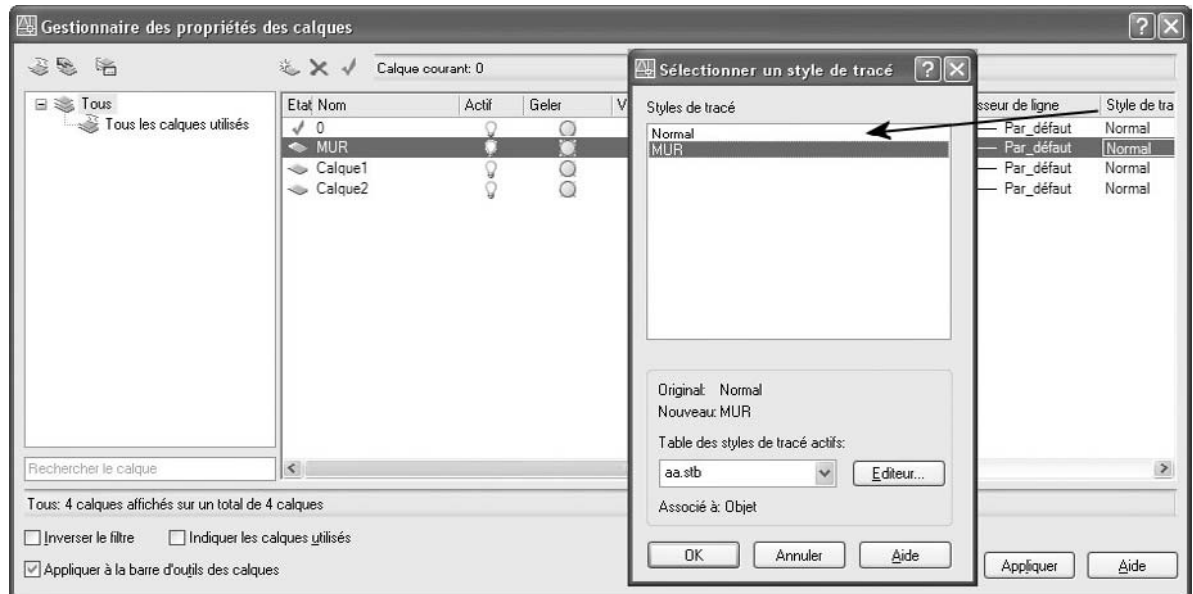

Fig.23.6
- [2] Dans la boîte de dialogue **Gestionnaire des propriétés des calques** (Layer Properties Manager), sélectionner le calque à modifier (fig.23.6).